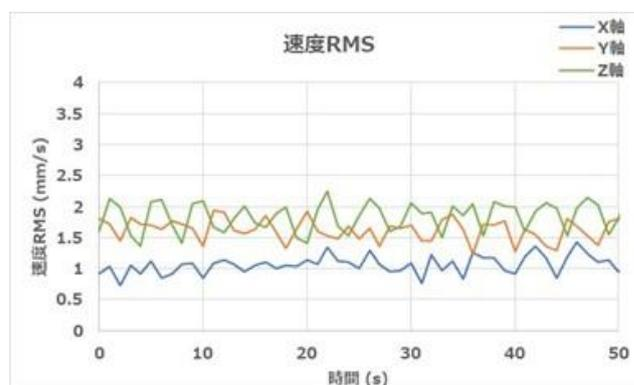

図 1.2 A342/A542 速度 RMS 出力
- A342/A542速度RMS出力の例を図1.2に示します。